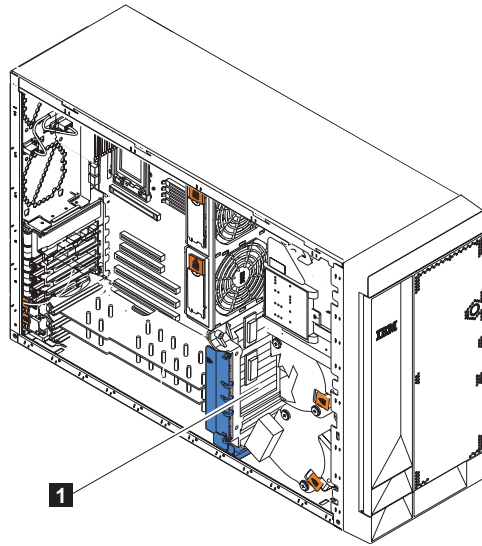
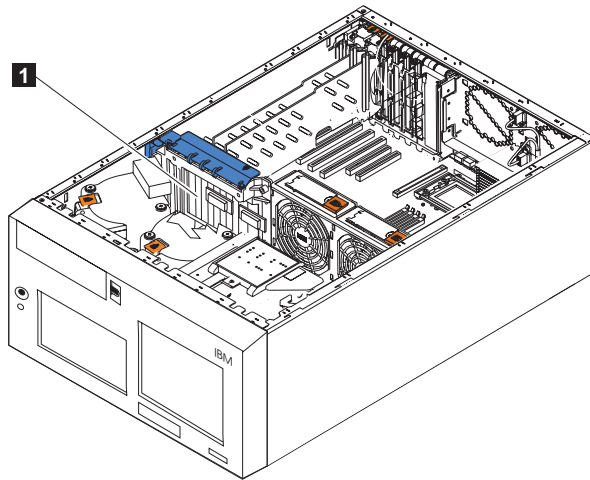

图 117. 引擎的 DASD 底板的位置 (型号 25T)
图 118. 引擎的 DASD 底板的位置 (具有机架安装转换功能的型号 25T)
11. 布置电缆，使其穿过适配器支撑架（参见第 112 页的图 47），并将 SCSI 电缆的另一端连接到引擎的 DASD 底板上的硬盘驱动器 SCSI 接口（J9）。有关底板的位置，参见第 186 页的图 117 或第 186 页的图 118。